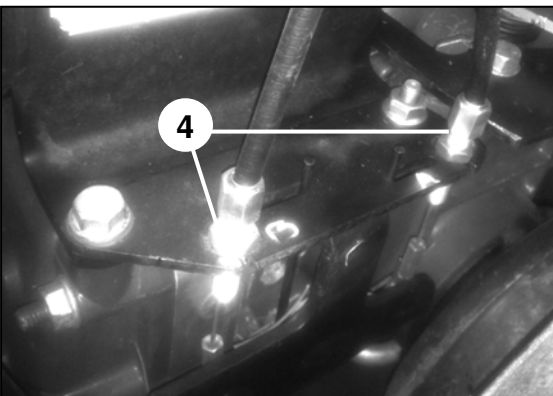

fig.6/4
- 6 - Regulación revoluciones motor (fig.6/3) (véase manual específico del motor)
- 1 - Einstellung Kupplungsschaltseile PowerSafe (Abb.6/1)
- 2 - Einstellung Schaltseile Bremse / Kupplung WS (Abb.6/1)